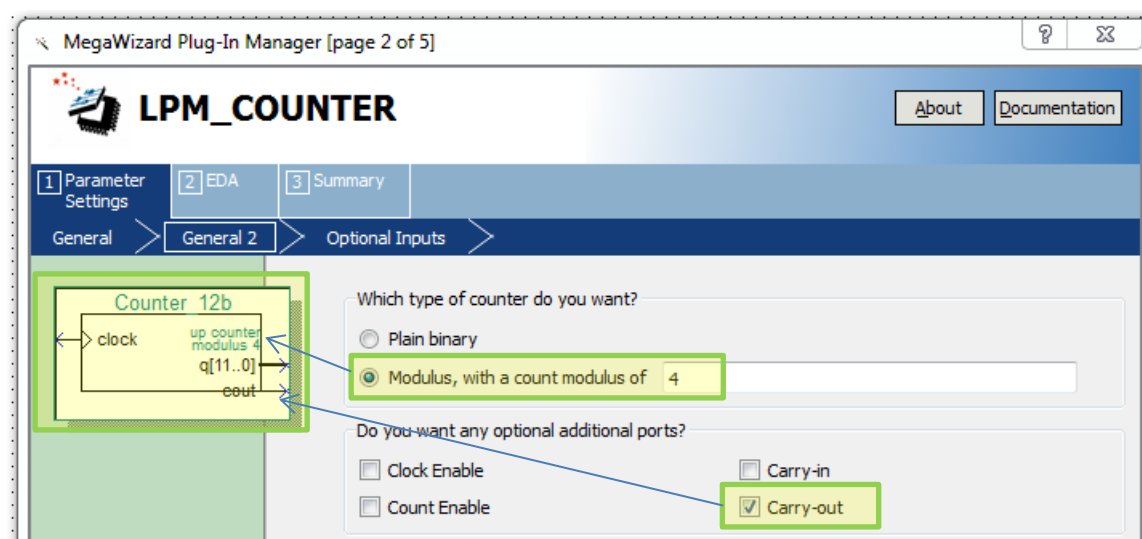

Рис. 7 Окно настройки экземпляра выбранного компонента (page 2)
3.4. В появившемся окне “**MegaWizeded Plug-In Manager [page 2 of 5]**” установите модуль счета **4** и выход переноса *carry-out* (рис. 7), выполните «Next».